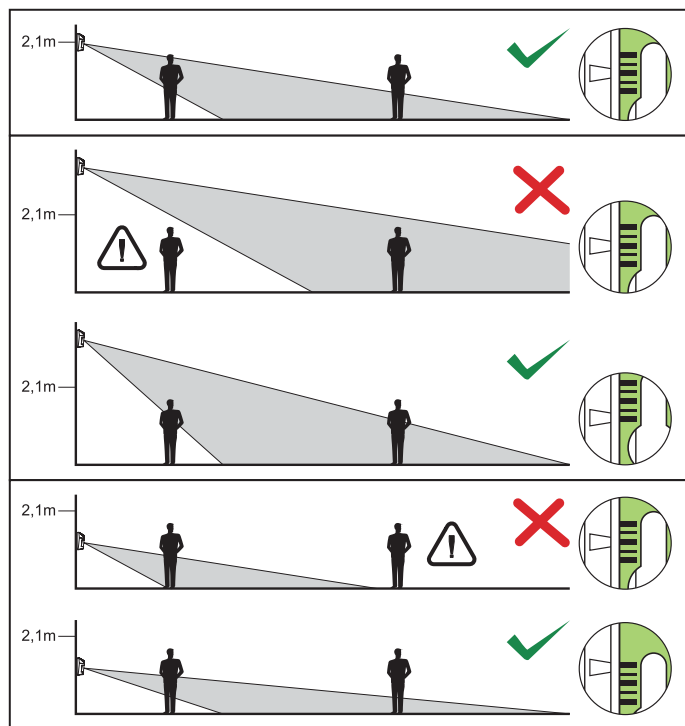

Рис. 4. Влияние высоты монтажа на охраняемую площадь и способ позиционирования пирозлемента по отношению к линзе с целью оптимальной установки.
6 – шкала для позиционирования пирозлемента относительно линзы (см Таблицу 2 и Рисунок 4).
6. Закрепите плату электроники, учитывая высоту монтажа извещателя (см. Таблицу 2 и Рис. 4).